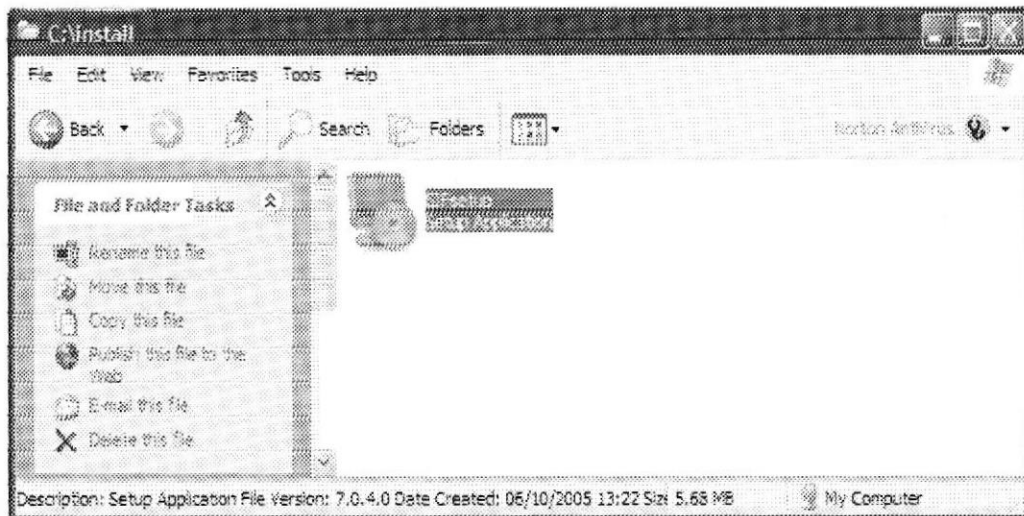

Figura 4.6. Ventana CD SIF
4. Dar doble-clic en el icono del CD con etiqueta S.I.F y se le abrirá una ventana en donde debe dar doble clic en  y se abrirá la ventana que se muestra en la figura 4.6.